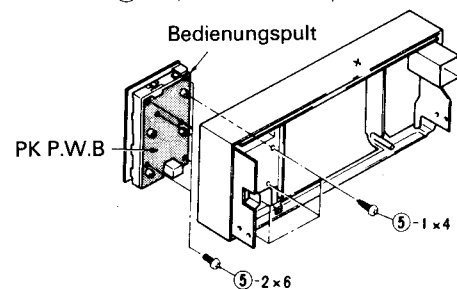

Abb. 14
(5) PK P.W.B.
Nach dem im Abschnitt 5 beschriebenen Ausbau des Bedienungspults die Schraube ⑤-2 (5 Schrauben) entfernen. (Siehe Abb. 14.)
(6) PI P.W.B.